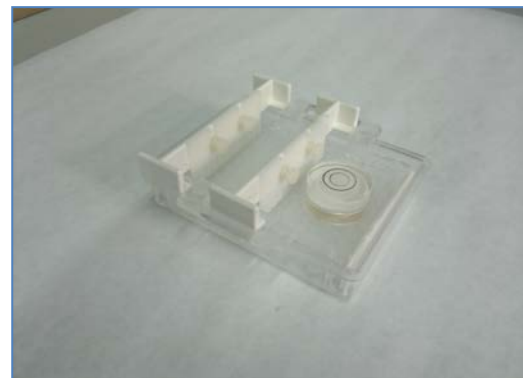

Figura 4: Soporte para geles, peines y nivel de burbuja.
- Colocar los peines en el interior del molde para geles y con la ayuda de un nivel de burbuja, buscar la zona de la poyata más horizontal posible (Figura 4).